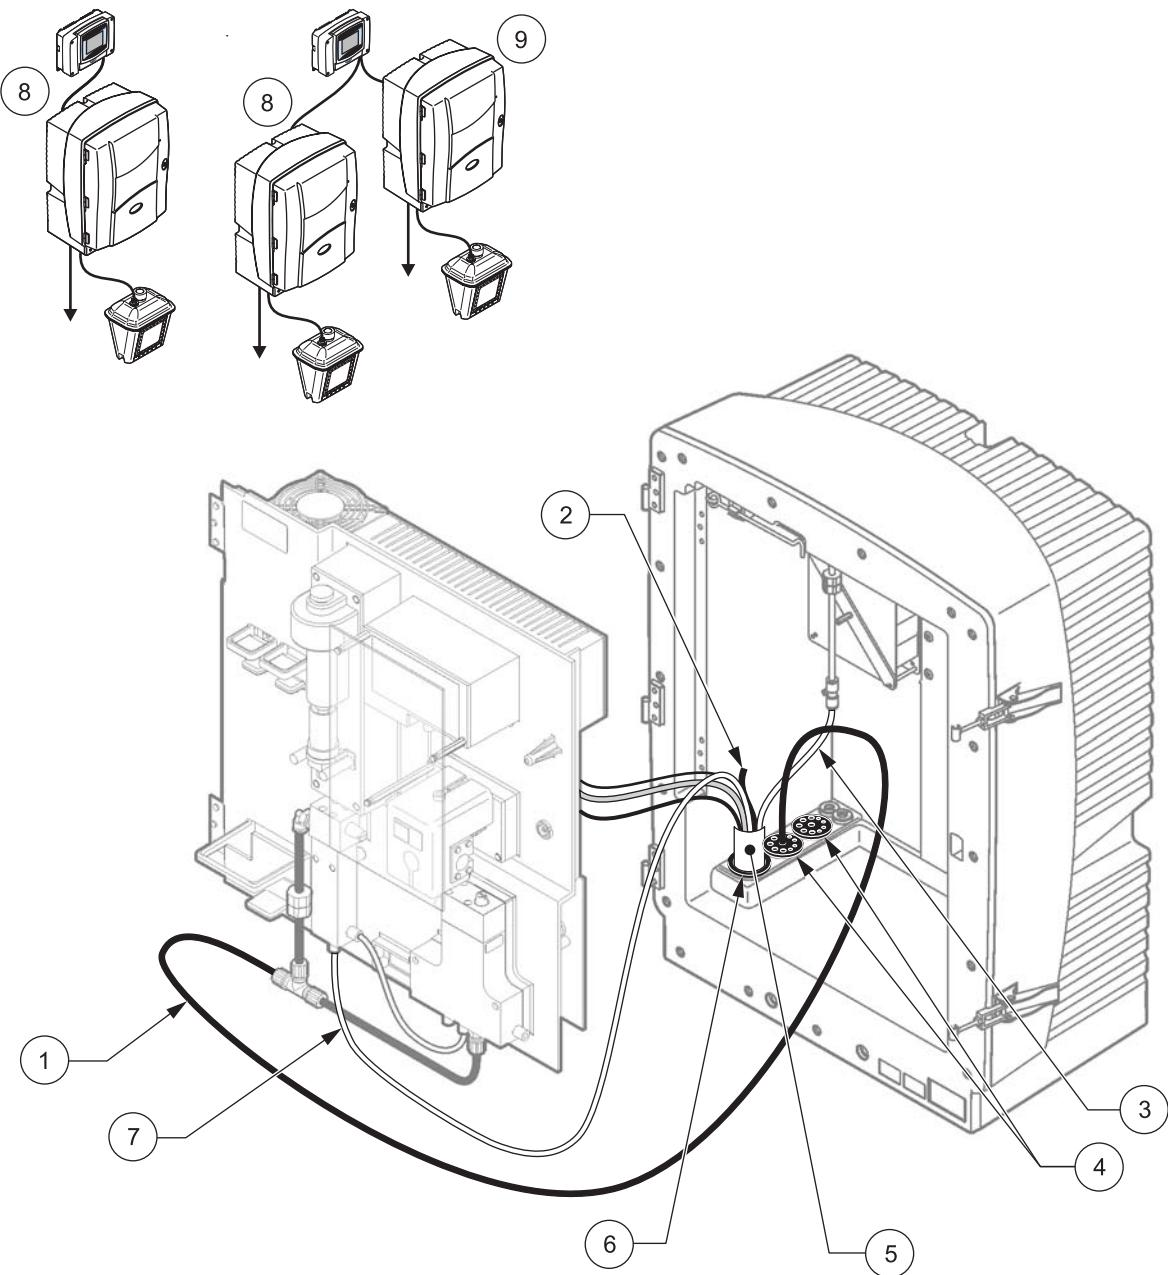

图 28 选项 7 设置
请参考图 28 以及选项 7 的以下说明：
2. 通过分析器开口引出过滤器探头 sc 软管（取样管、电缆和排放管）(图 28, 项目 4)。使用 2 号密封塞加固。